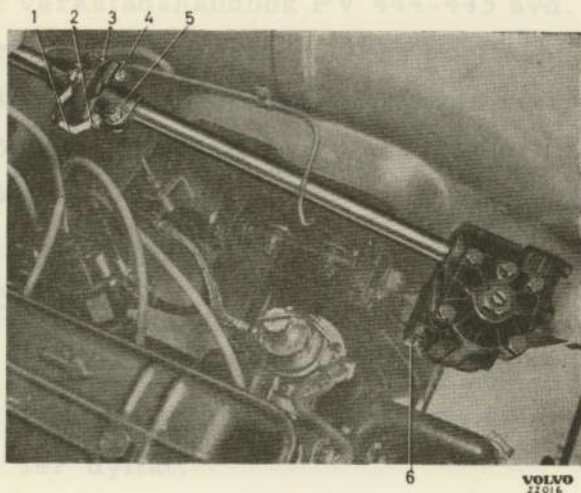
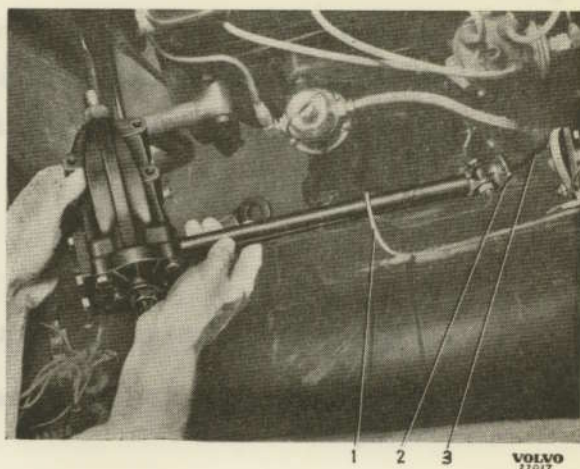

Bild 6-4. Styrnäck.
Bild 6-5. Demontering av styrsnäck.
2. Lossa de två muttrarna (2 och 4 bild 6-4) samt demontera skruvarna.
4. Lossa muttrarna och demontera de tre fästskruvarna (6).
5. Lyft upp och vrid styrsnäckan enligt bild 6-5. Drag ur signalledningen (3) från nedre rattaxeln och styrsnäckan. Lyft fram styrsnäckan men var försiktig då medbringaren (2) föres förbi bromsröret (1). Eventuellt måste rattaxeln vridas.
5. Lyft upp och vrid styrsnäcken enligt bild 6-5. Drag ur signalledningen (3) från nedre rattaxeln och styrsnäcken. Lyft fram styrsnäcken men var försiktig då medbringaren (2) föres förbi bromsröret (1). Eventuellt måste rattaxeln vridas.
Se verkstadshandbok PV 444-445 avd. 6, styrsnäcka 250051. Skall medbringaren (2 bild 6-5) demonteras borttages först klämskruven. Vid brotschning av styraxelns bussningar användes styrningen med den större styrflänsen. Var försiktig när rattaxeln trädas förbi tätningssringen i huset så att ej denna skadas.
3. Vrid styrsnäckan och för den mot fästet. Sätt fästskruvarna (6 bild 6-4) med muttrar på plats.
4. Montera ihop medbringaren (5) och kopplingsskivan (3). Glöm ej stomledningen (1).
5. Justera styrsnäckans läge så att minsta möjliga spänning erhålles i kopplingsskivan d. v. s. rattaxelns övre och nedre del bildar rät linje. Drag åt fästmuttrarna (6).